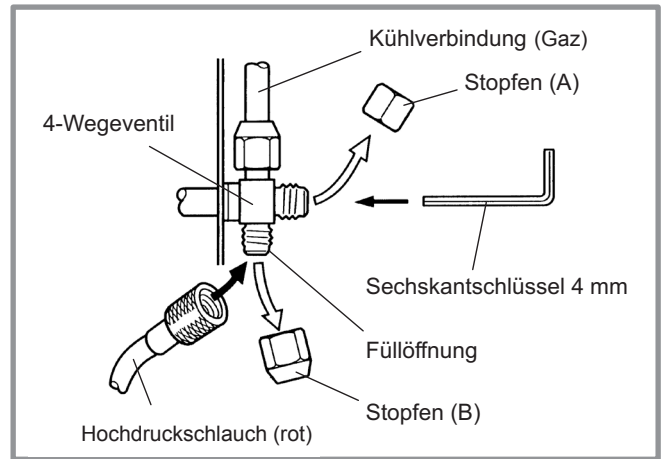

Abbildung 18 - Anschluss des Schlauches an das Gasventil
- Den Schutzstopfen (B) von der Füllöffnung (Schrader) des Gasschiebers (großer Durchmesser) abnehmen.
- Den Flexschlauch an die Füllarmatur anschliessen (Abbildung 18).